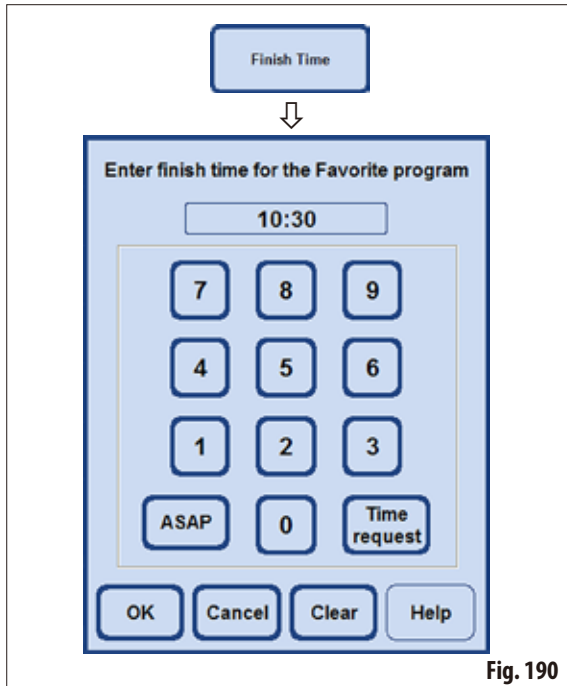

Fig. 190
- Apăsați butonul **FINISH TIME** (ORA DE FINALIZARE), pentru a apela fereastra de introducere a orei de finalizare (Fig. 190).